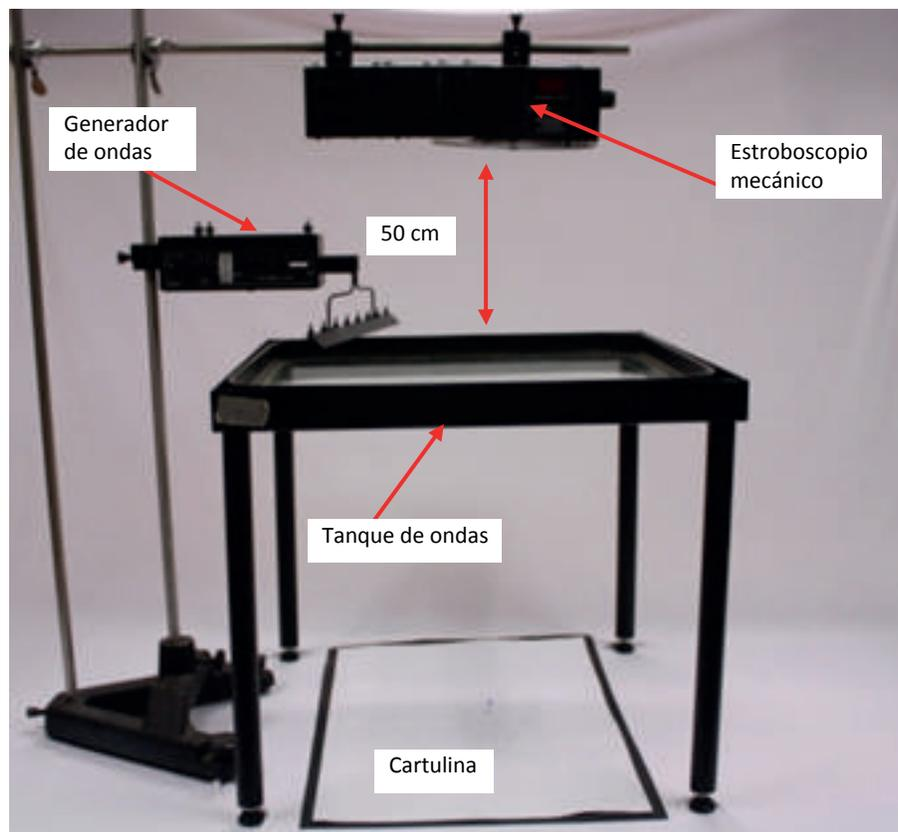

Figura 1.15. Ondas bidimensionales
f) El dispositivo debe quedar armado como lo indica la figura 1.15:
- j) Apague la luz del aula, encienda el estroboscopio mecánico y mueva la perilla de ajuste de frecuencia (figura 1.15), hasta que la proyección de las ondas en la cartulina se observen estacionarias.